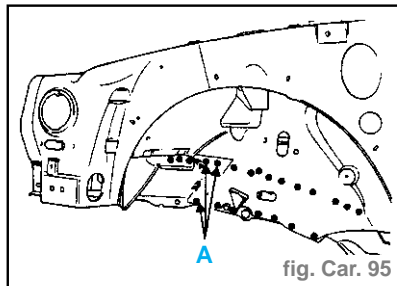

fig. Car. 95
**Soudure** (fig. Car. 95)
**Nota** : En (A), points en trois épaisseurs.